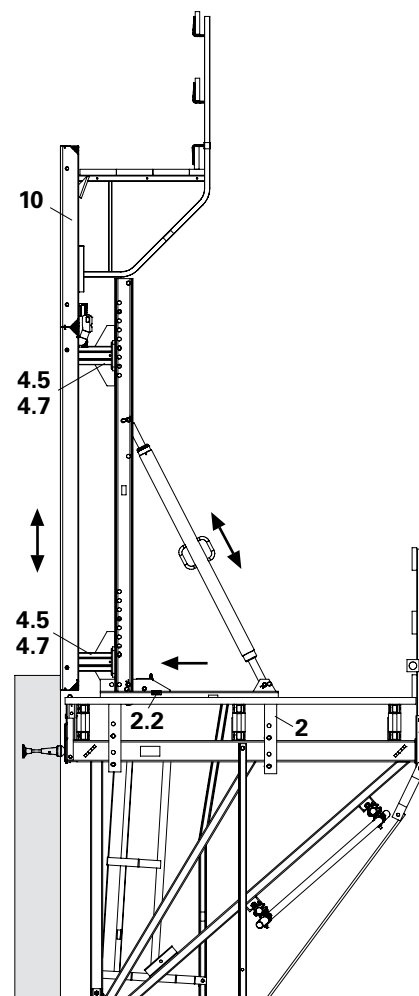

Fig. B2.22
5. Inserire l'unità di cassaforma (10) con gancio di sollevamento MAXIMO (10.6) negli adattatori CB (4.5) e fissare con la staffa (4.7).
7. Avvicinare il carrello (2) con la cassaforma alla parete. Bloccare il carrello con il cuneo (2.2).
8. Regolare la cassaforma. (Fig. B2.22)